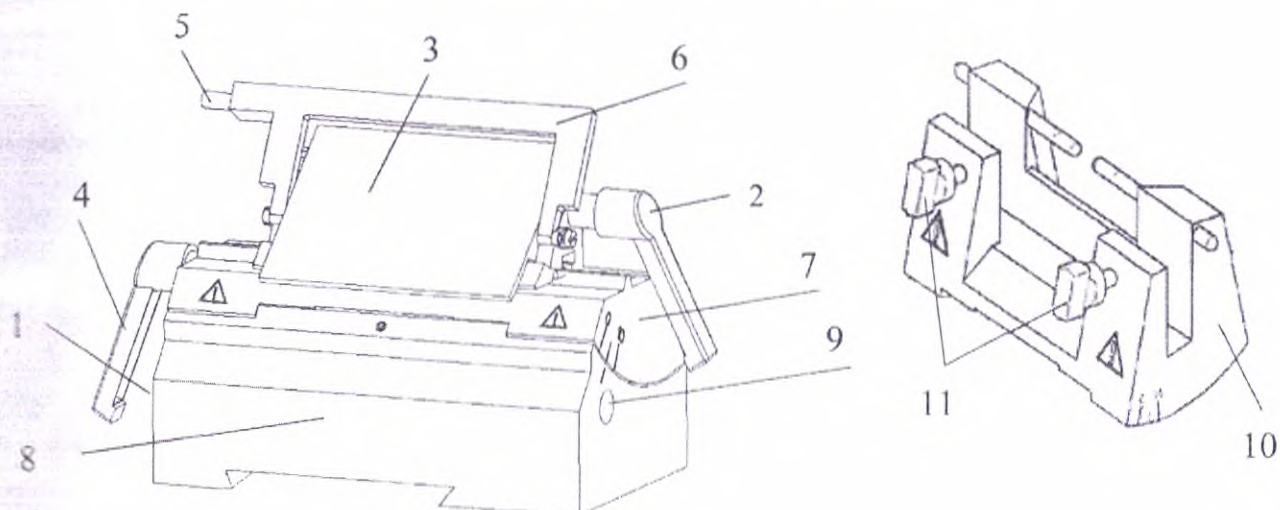

Рисунок 5. Установка держателя стального ножа, держателя лезвия и его основания
| Рисунок 5, (1)  | Ручка основания держателя для лезвий         |
| Рисунок 5, (2)  | Ручка зажима лезвия                          |
| Рисунок 5, (3)  | Прижимная пластина                           |
| Рисунок 5, (4)  | Ручка зажима                                 |
| Рисунок 5, (5)  | Толкающий стержень                           |
| Рисунок 5, (6)  | Защитный щиток лезвия                        |
| Рисунок 5, (7)  | Держатель лезвий KD-E1                       |
| Рисунок 5, (8)  | Основание держателя лезвия и ножа            |
| Рисунок 5, (9)  | Регулировочный винт                          |
| Рисунок 5, (10) | Держатель ножа микротомы KD-N1               |
| Рисунок 5, (11) | Поворотные ручки для фиксации стального ножа |
- Поверните ручку основания держателя для лезвий (Рисунок 5, (1)) против часовой стрелки.
- Установите основание держателя лезвия (Рисунок 5, (8)) на V-образный блок на основании прибора.
- Перемещением по V-образному блоку вперед/назад отрегулируйте положение основания (Рисунок 5, (8)).
- Поверните ручку основания держателя для лезвий (Рисунок 5, (1)) по часовой стрелке, зафиксируйте основание держателя лезвия (Рисунок 5, (8)).
- С помощью шестигранного ключа ослабьте регулировочный винт (Рисунок 5, (9)) на основании держателя лезвия. Установите сам держатель лезвия (Рисунок 5, (7)) на основание держателя лезвия (Рисунок 5, (8)), одновременно отрегулируйте угол резки. После регулировки на соответствующий угол резки, заблокируйте регулировочный винт (Рисунок 5, (9)) на основании держателя лезвия.
- Для регулировки держателя одноразового лезвия, отпустите ручку зажима (Рисунок 5, (4)), перемещайте держатель одноразового лезвия вправо/влево до необходимого положения на основании держателя лезвия (Рисунок 5, (8)). Заблокируйте ручку зажима (Рисунок 5, (4)).
- При установке лезвия, отпустите ручку зажима лезвия (Рисунок 5, (2)) для одноразового лезвия, вставьте лезвие в паз, заблокируйте ручку зажима лезвия (Рисунок 5, (2)), чтобы зафиксировать лезвие в этом положении прижимной пластиной (Рисунок 5, (3)).
- При замене лезвия, сначала отпустите ручку зажима лезвия (Рисунок 5, (2)), оденьте защитный щиток лезвия (Рисунок 5, (6)), затем нажмите на толкающий стержень (Рисунок 5, (5)), чтобы удалить лезвие из паза.
**Внимание:** перед заменой исследуемого образца и после завершения работ на микротоме, следует зафиксировать ручной маховичок и надеть защитный щиток (Рисунок 5, (6)) на лезвие или стальной нож. Для каждого держателя лезвия есть защитная рамка, которой полностью можно закрыть режущую кромку лезвия.
- С помощью шестигранного ключа ослабьте регулировочный винт (Рисунок 5, (9)) на основании держателя лезвия. Снимите держатель лезвия (Рисунок 5, (7)) с основания (Рисунок 5, (8)).
- Поместите держатель стального ножа KD-N1 (Рисунок 5, (10)) на основание держателя лезвия (Рисунок 5, (8)), перемещайте держатель стального лезвия, пока отметка не совпадет с режущей линией, а затем заблокируйте его. Угол резки можно отрегулировать; Рекомендуемый угол:  $8-10^{\circ}$ .
- После регулировки на соответствующий угол резки, заблокируйте регулировочный винт (Рисунок 5, (9)) на основании держателя лезвия.
- При установке стального ножа, вставьте его в паз сбоку, затем закрутите две поворотные ручки (Рисунок 5, (11)), чтобы зафиксировать его. Положение ножа можно регулировать перемещением вправо/влево.